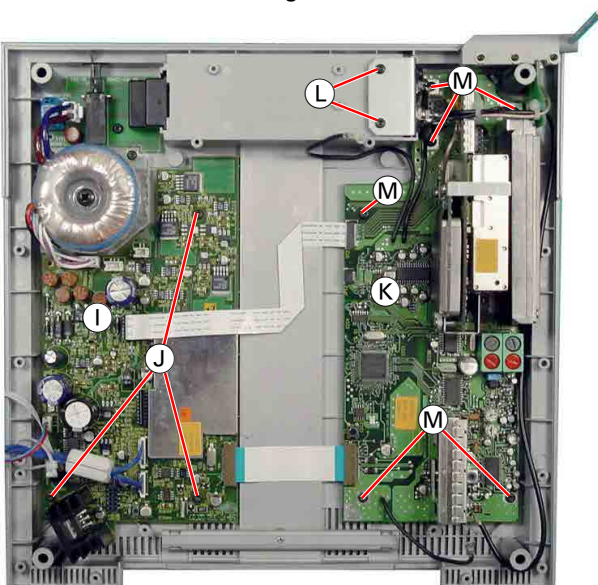
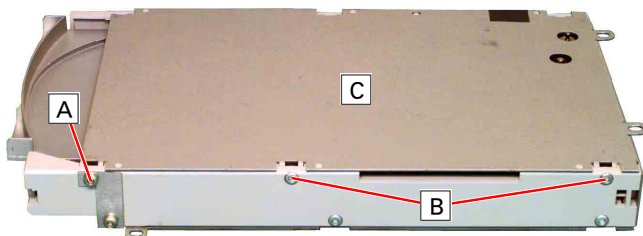
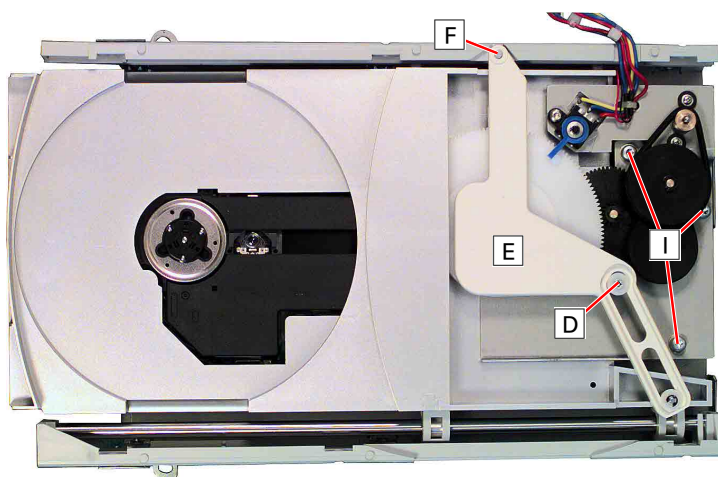

Fig. 3
Fig. 4
Fig. 6
- 3 Schrauben (J) (Fig. 3) herausdrehen.
- Undo 3 screws (J) (Fig. 3).
**4. Signal-Platte (K) ausbauen**
- 2 Schrauben (L) und 6 Schrauben (M) (Fig. 3) herausschrauben.
- 2 Schrauben (A) und 4 Schrauben (B) (Fig. 4, 5) herausschrauben.
- Abdeckung (C) abnehmen.
- Schraube (D) herausschrauben und den Hebel (E) aus der Rastung (F) ausrasten (Fig. 6).
- 3 Schrauben (I) (Fig. 6) herausschrauben und Motoreinheit herausnehmen.
**4. Removing the Signal Board (K)**
- Undo 2 screws (L) and 6 screws (M) (Fig. 3).
- Undo 2 screws (A) and 4 screws (B) (Fig. 4, 5).
- Take off the cover (C).
- Undo screw (D) and unhook lever (E) from the hinge (F) (Fig. 6).
- Undo 3 screws (I) (Fig. 6) and take out the Motor Unit.